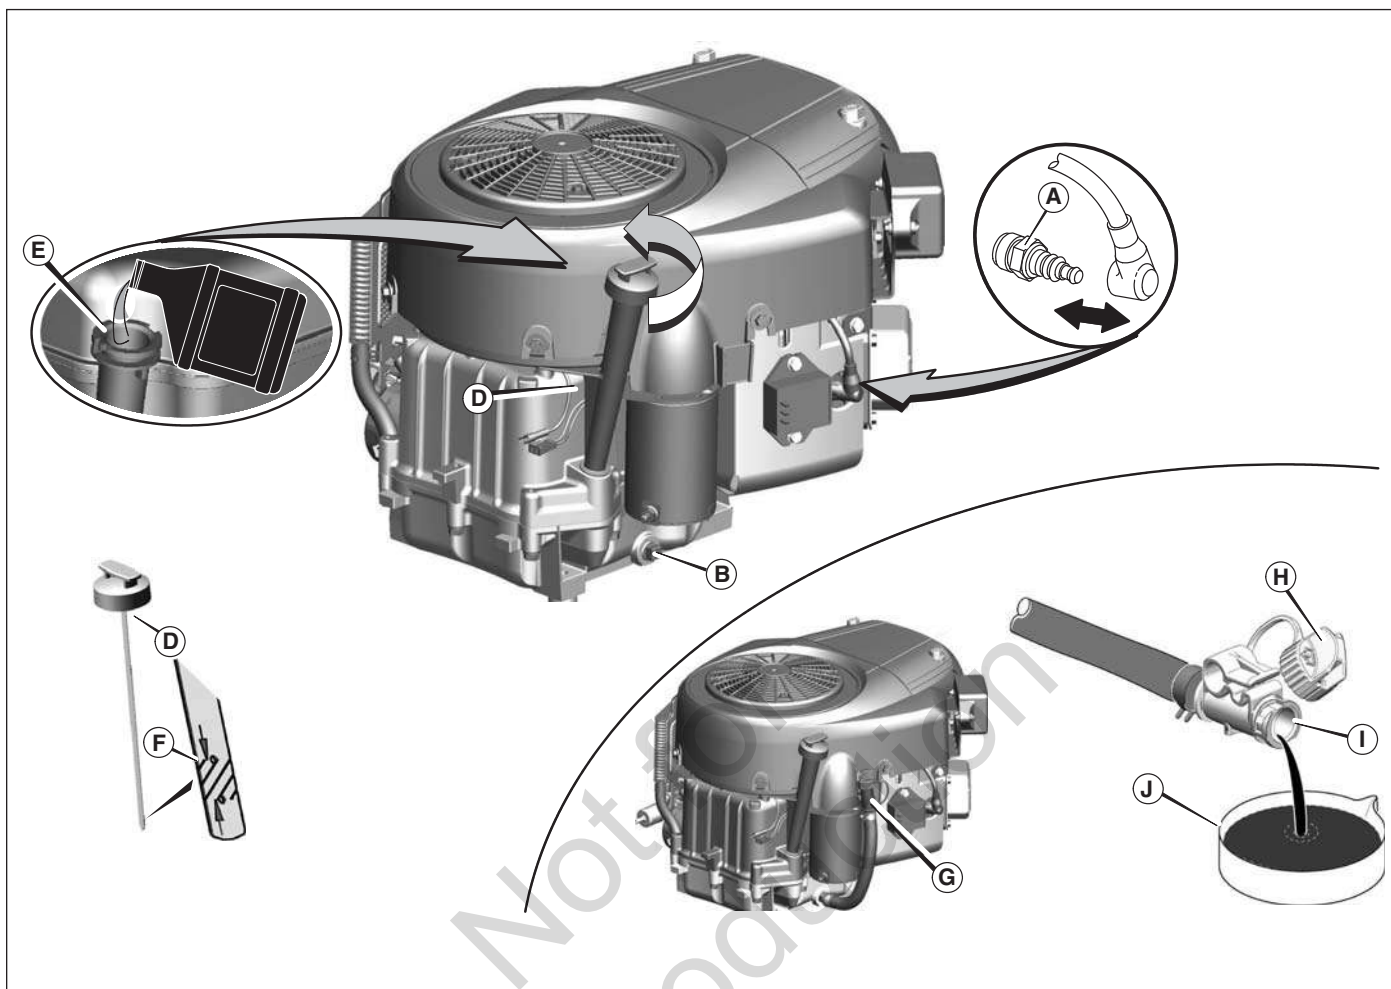

Figura 13
1. Con el motor apagado pero aún caliente, desconecte el cable de la bujía (A, Figura 13) y manténgalo a distancia de la bujía.
2. Retire la varilla indicadora de nivel de aceite (D).
1. Remueva el tapón de drenaje de aceite (B, Figura 13). Drene el aceite en un recipiente aprobado.
1. Desconecte la manguera de drenaje de aceite (G, Figura 13) del lado del motor.
2. Gire y retire la tapa de drenaje del aceite (H). Cuida dosamente haga descender el drenaje rápido del aceite (I) a un recipiente aprobado (J).
1. Remueva la varilla indicadora de nivel de aceite (**D**, Figura 13) y límpiela con un trapo limpio.